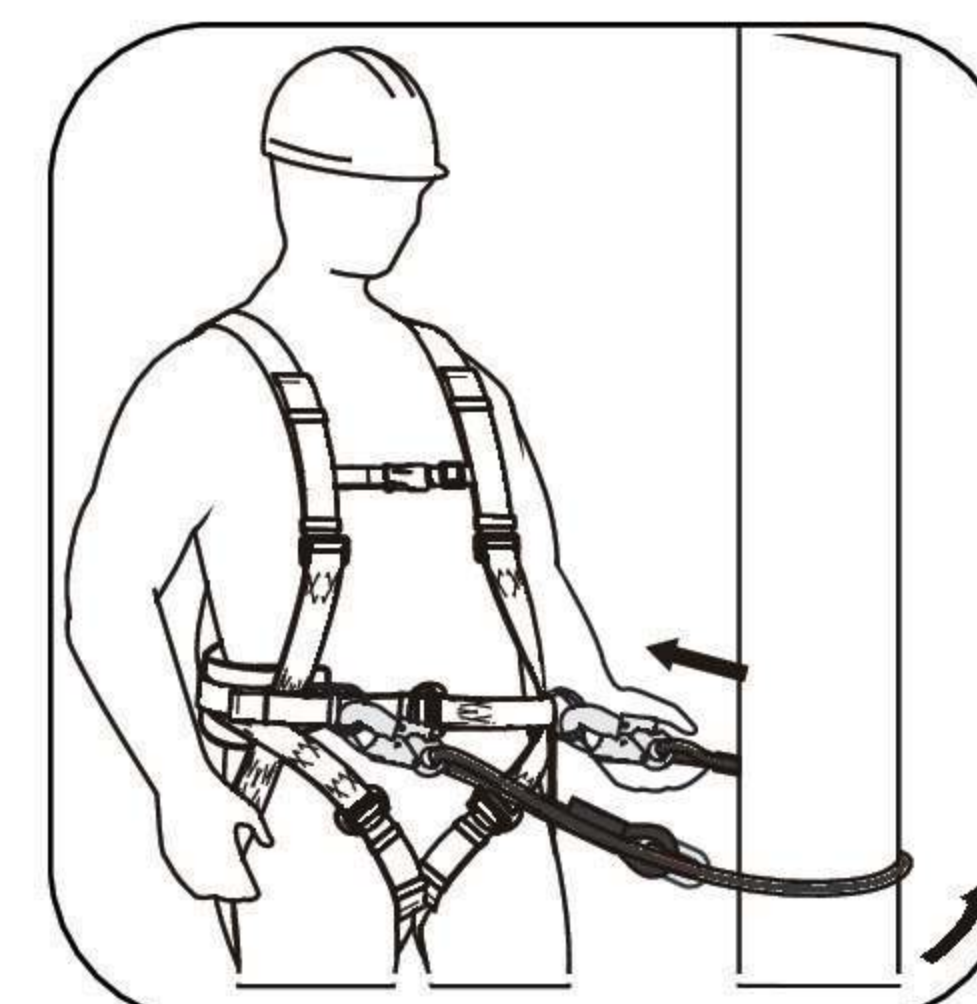

рис. 9
- Обогните строп вокруг конструкции (рис. 9).